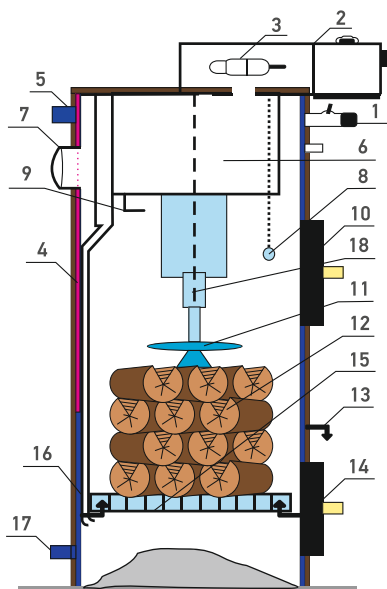

Рисунок 1
1.1.3 КОТЕЛ (Рисунок 1) - это стальной цилиндр, окруженный другим стальным цилиндром большего диаметра, конструкция утеплена. Между обоими цилиндрами нагревается теплоноситель. В передней части котла находится регулятор горения (1). В конструкции имеется проем для загрузки дров (10), отверстие для удаления пепла (14) и отверстие отводящих газов (7). Так же имеются труба подачи и возврата теплоносителя (5-17). Для улучшения качества горения и передачи тепла, в верхней части камеры горения установлена камера подогрева воздуха (4). В комплекте котла могут быть колосниковые решетки и заслонка переключения (9) для растопки торфяными и опилочными брикетами, или каменным углем.